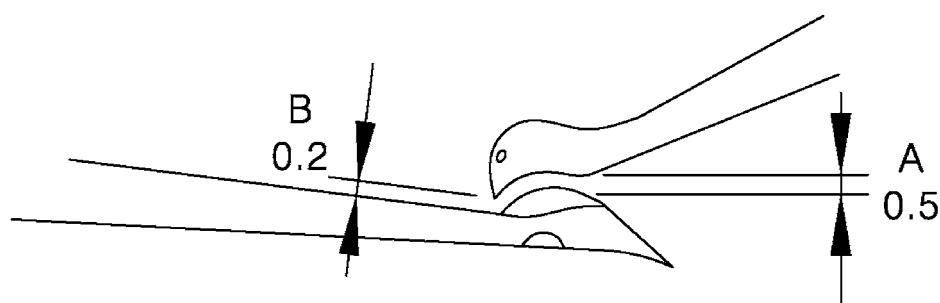

Рис. 42
3. Взаимосвязь между верхним петлителем и нижним петлителем. (Рис. 42)